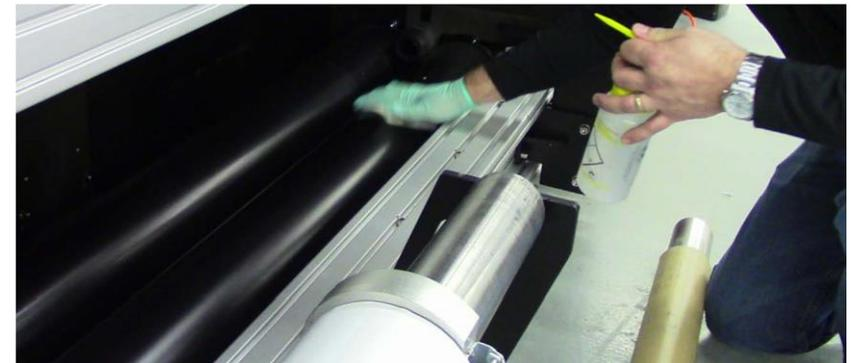

Рисунок 7-5. Задние ролики
3. Вручную поворачивайте ролики и чистите их: металлические прижимные ролики, подающие ролики, сматывающие ролики, Рисунок 7-5.